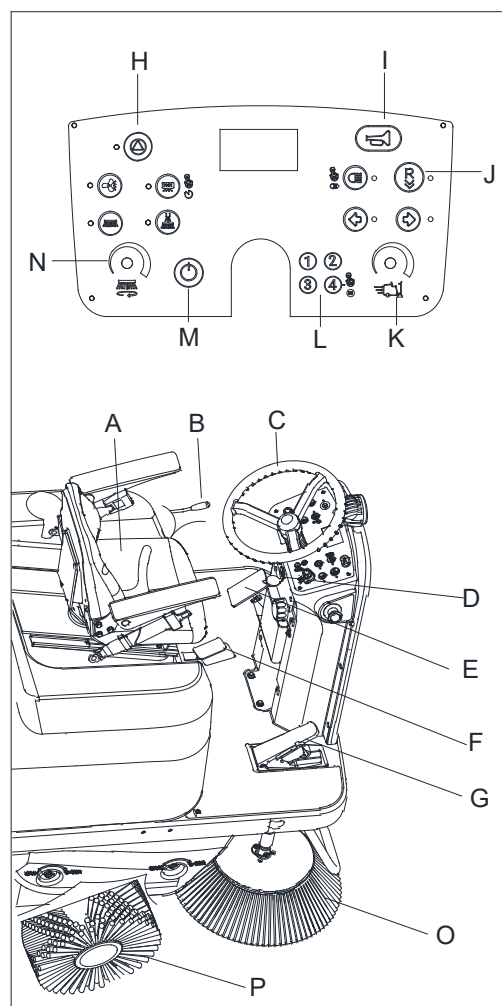

Figura 8
1. Posicione-se no assento do condutor (A, Figura 8) e regule a sua posição com a alavanca (C, Figura 8) de maneira a alcançar facilmente todos os controlos.
2. Pressione o botão de potência (M, Figura 8). Verifique o nível da bateria no visor. Se necessário, carregue a bateria (consulte a secção de manutenção).
3. Utilize o terminal do PIN de 4 dígitos (L, Figura 8) para introduzir a senha. A senha padrão é 1234.
4. Após iniciar sessão com sucesso, solte o travão (E, Figura 8), pressione o pedal do acelerador (G, Figura 8) e conduza a máquina para a área de trabalho.
5. Pressione o botão Iniciar (H, Figura 8) para iniciar o modo de limpeza. As escovas laterais e a escova principal abaixar-se-ão automaticamente para o solo e a ventoinha começará a funcionar.
6. Pressione o pedal do acelerador (G, Figura 8) e conduza a máquina segurando o volante (C, Figura 8) enquanto pressiona o botão de marcha-atrás (J, Figura 8) para conduzir a máquina para a frente ou para trás. Ajuste a velocidade de condução usando o seletor de velocidade da máquina (K, Figura 8).
7. Ajuste a velocidade da escova lateral usando o seletor de velocidade da escova lateral (N, Figura 8) de acordo com os requisitos de limpeza.
8. Quando a máquina está ligada, pode carregar dispositivos como um telefone ou painel através da porta de carregamento USB (D, Figura 8).
9. Pressione o botão de sirene (L, Figura 8) para avisar as pessoas quando necessário.
O sistema de aspiração da máquina só funcionará quando a escova principal for abaixada. A escova principal e as escovas laterais (P e O, Figura 8) podem ser levantadas ou abaixadas mesmo enquanto a máquina estiver em funcionamento. A escova principal e as escovas laterais não giram quando são levantadas.
10. Comece a varrer girando o volante (C, Figura 8) e conduzindo a máquina para a frente com o pedal do acelerador (G, Figura 8).
11. Solte o pedal do acelerador (G, Figura 8) para parar o movimento.
12. Pressione o botão Iniciar (H, Figura 8) para desligar a escova principal, a escova lateral e a ventoinha. A escova principal e as escovas laterais são automaticamente levantadas do pavimento. O sistema da ventoinha de poeira é desligado após um atraso de vários segundos.
4. Para a recolha de detritos leves e volumosos, levante a lâmina dianteira premindo o pedal (H, Figura 8); tenha em conta que, enquanto a pá dianteira estiver erguida, a capacidade de aspiração da máquina diminui.